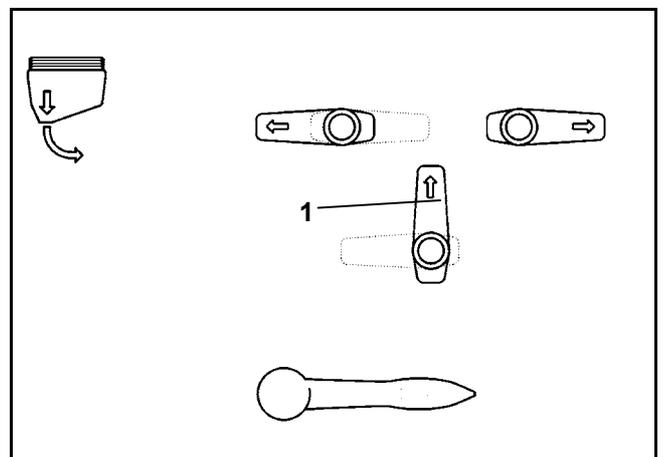

Fig. 7.12
- Pivotez le robinet multi-voies (7.12/1) comme indiqué sur la fig. 7.12 et aspirez le contenu du bac d'incorporation.